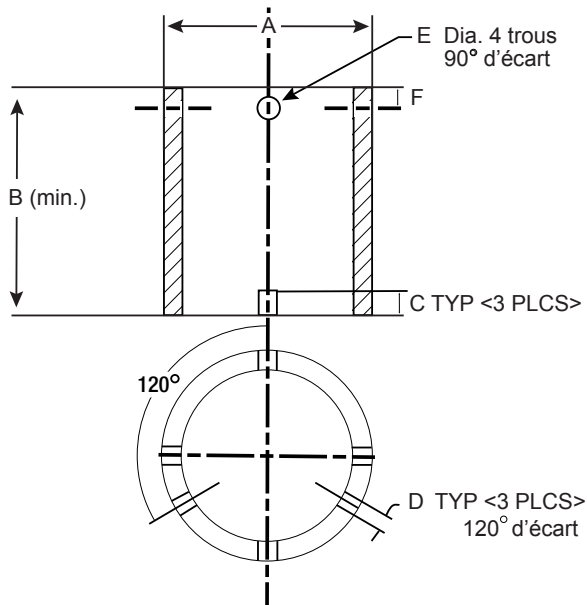
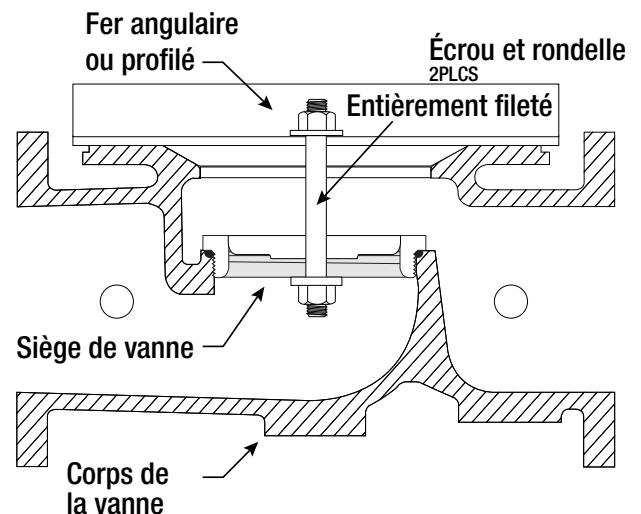

Figure 5
Figure 6
7. Inspectez le siège de la vanne. Si le siège n'est pas endommagé, il n'est pas nécessaire de le retirer. Les sièges de vanne de 6 po (15,24 cm) et moins sont filetés dans le corps de la vanne et nécessitent un extracteur de siège (figure 5) (le tableau 1 indique en détail les dimensions de l'outil pour le retrait de siège). Les sièges de vanne de 8 po (20,32 cm) et plus sont maintenus dans le corps de la vanne avec des vis d'assemblage en acier inoxydable. Retirez les vis de fixation du siège et soulevez le siège vers le haut (Figure 6).